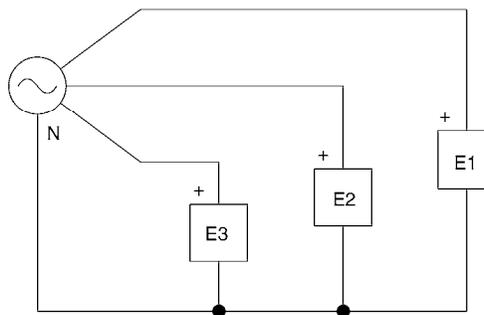

Figura 2-8. Medición del ángulo de fase.
3. Monte el circuito que se muestra en la figura 2-8. Para medir las tensiones de cada fase de la Fuente de alimentación, conecte las entradas E1, E2 y E3 a 1-N, 2-N y 3-N, respectivamente.